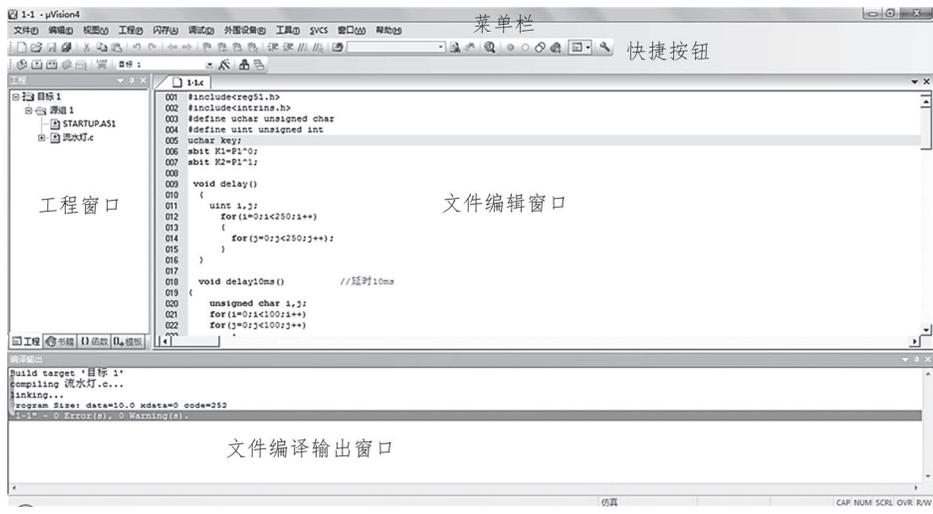
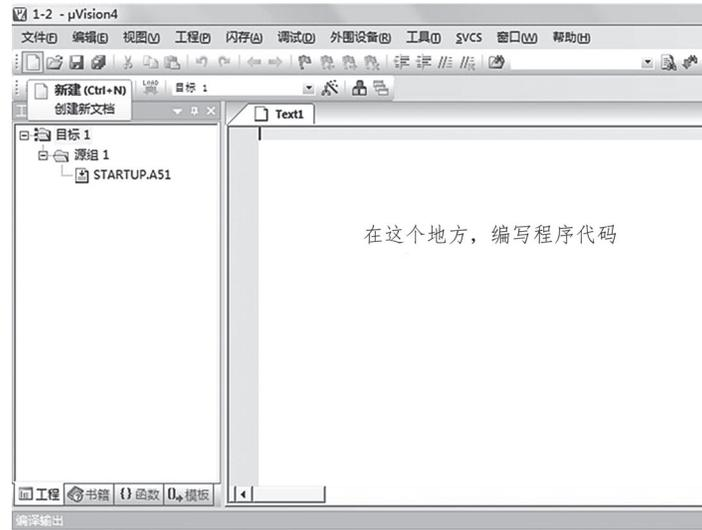
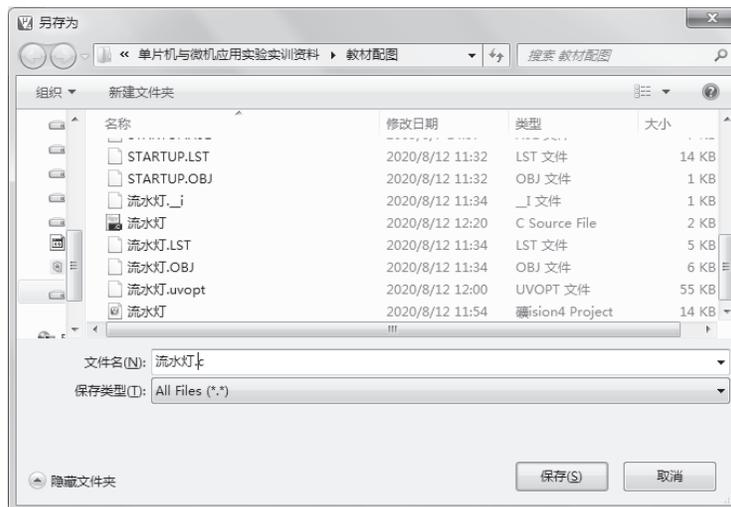
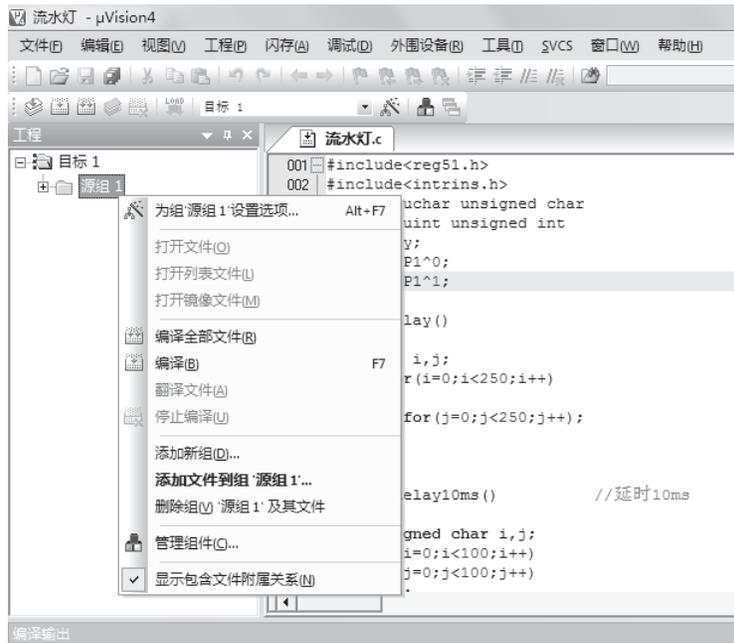

图 1.8 Keil C51 软件开发环境界面
图 1.15 建立新文件
图 1.16 文件保存对话框
图 1.17 添加文件
Keil C51 软件安装完毕后，在桌面上出现 Keil C51 软件的快捷图标。单击该快捷图标，则启动该软件，出现如图 1.8 所示的 Keil C51 界面，图中标出了 Keil C51 界面各窗口的名称。
(1) 单击图 1.8 中“新建”快捷按钮，这时会出现如图 1.15 所示窗口。窗口中会出现一个空白的文件编辑区域，用户可在这里输入程序源代码。
(2) 单击图 1.8 中“保存”快捷按钮, 保存用户程序文件，这时会弹出如图 1.16 所示窗口。
(3) 在图 1.16 “另存为”对话框中，在下拉框中选择新文件的保存目录，将这个新文件与刚才建立的工程保存在同一个文件夹下，然后在“文件名(N)”窗口中输入新建文件的名称。
(1) 在工程窗口（见图 1.8）中，右键单击“源组 1”（Source Group 1），选择“添加文件到组‘源组 1’”（Add File to ‘Source Group 1’）选项，如图 1.17 所示。